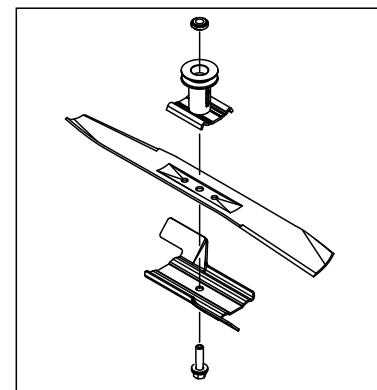

Bild 42
- Stabilisieren Sie das Messer mit einem Holzblock (Bild 42).